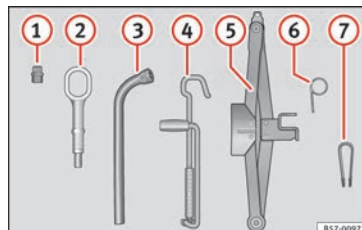

Fig. 70 Nel bagagliaio, sotto la copertura del piano di carico: attrezzi di bordo.
- Collocare la pinza di plastica (attrezzo di bordo »» fig. 70 ⑦) sul cappuccio finché non si aggancia »» fig. 72.